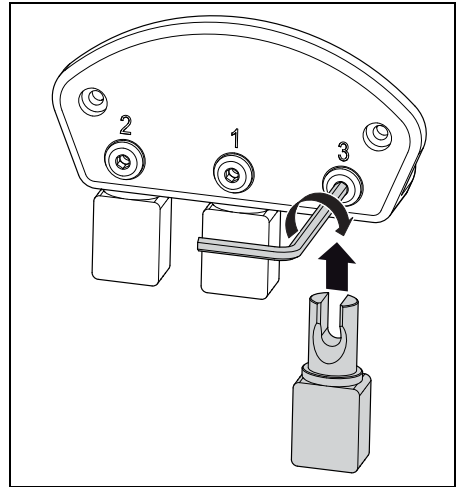

Bild 1
- ▷ Falls noch nicht geschehen, Adapter bestücken (siehe Bild 1).